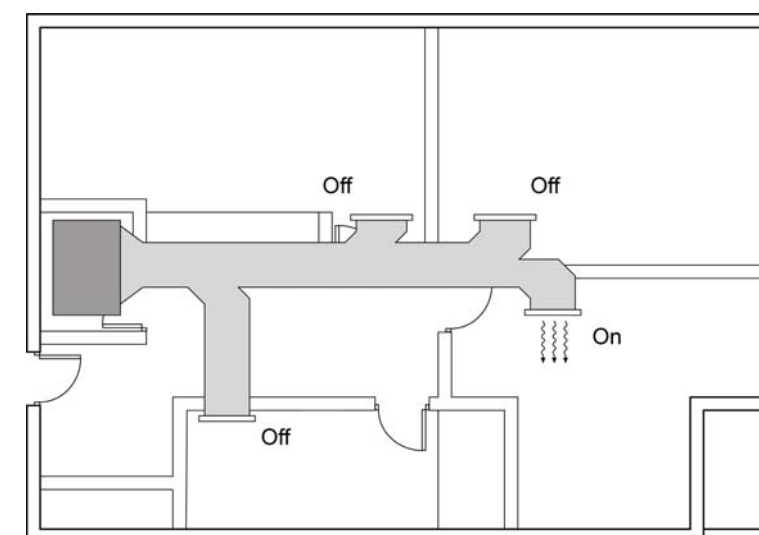

Fig. 7
- 3) Una vez realizado el ajuste anterior, ponga todas las zonas en Off y zona por zona vaya ajustando el deflector para conseguir una velocidad de impulsión comprendida en el rango de 2'0 m/s y 4'2 m/s. consulte el documento "Ajuste del Deflector" que se adjunta al Manual de Instalación del Sistema Airzone (Ver Fig. 7).
- 3) Once previous adjustment is done, set every zone but one to off. Then proceed to adjust Deflector to obtain an outlet air speed in the range of 2 m/s and 4'2 m/s. See "Deflector Manual" that is supplied with Airzone System (See Fig. 7).
- 3) Eteindre toutes les zones et, zone par zone, ajuster le déflecteur afin d'obtenir une vitesse de soufflage comprise entre 2,0 et 4,2 m/s. Consulter le document « Réglage du déflecteur » joint au manuel d'installation du système de zones (Voir Fig. 7).
- 3) Una volta realizzate le equilibrature al punto precedente, mettere tutte le zone in OFF, e attivando zona per zona si aggiusti l'equalizzatore di flusso per ottenere una velocità di uscita dai terminali compresa tra i 2,0 e i 3,0 m/s. Consultare il documento settaggio dell'equalizzatore nel manuale di installazione del sistema Airzone (Vedere Fig. 7).